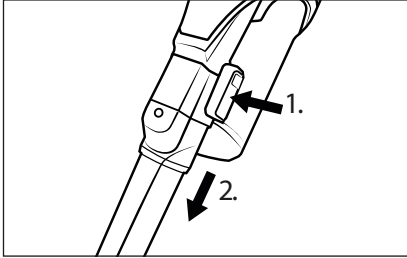

Fig. 15
- ◆ Pour retirer l'accessoire, maintenez la touche de déverrouillage de l'accessoire enfoncée, puis retirez l'accessoire du tube d'aspiration **24** ou de l'orifice d'aspiration de l'appareil (voir fig. 15).